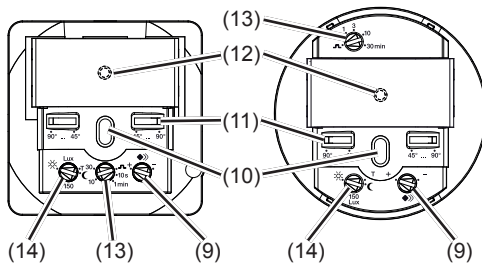
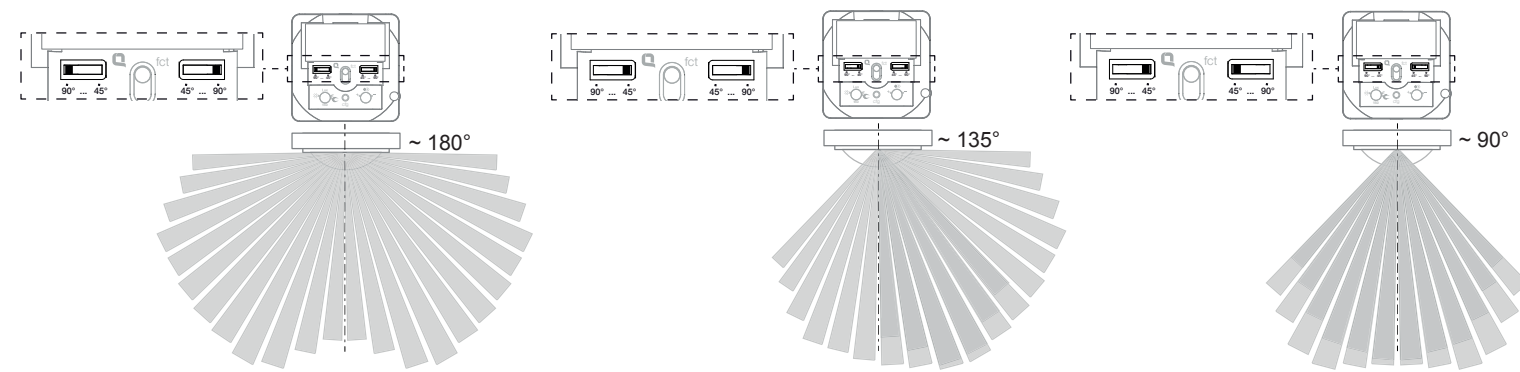

Bild 5: Bedien- und Einstellelemente des Aufsatz-Unterteils
Bild 8: Einstellung des Erfassungswinkels
Informationen zur Inbetriebnahme über Handsender erfolgen, das Potentiometer Ansprechhelligkeit (Bild 5, 14) auf Position T einstellen und anschließend Designabdeckung aufrasten.
Der Erfassungswinkel kann für die rechte und für die linke Seite je Einsteller (Bild 5, 11) zwischen 45° ... 90° eingeschränkt werden. Somit kann der Erfassungswinkel zwischen 90° und 180° liegen (Bild 8).
- Testbetrieb einstellen. Hierzu Potenziometer Ansprechhelligkeit (Bild 5, 14) auf Position T stellen.
- Potenziometer Ansprechhelligkeit (Bild 5, 14) in die gewünschte Position drehen.
- Potenziometer Nachlaufzeit (Bild 5, 13) in die gewünschte Position drehen.
- Potentiometer Nachlaufzeit (Bild 5, 13) in die Position S drehen.
- Potentiometer Empfindlichkeit (Bild 5, 9) in die gewünschte Position drehen.
- Potentiometer Ansprechhelligkeit (Bild 5, 14) in Stellung T bringen.